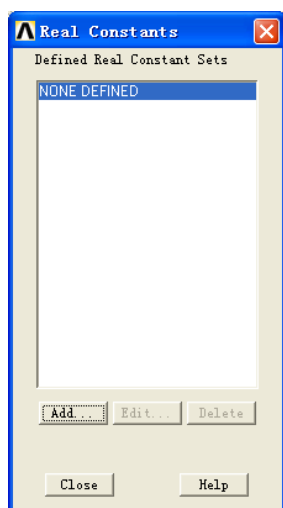

图 2-40 “Real Constants”对话框
(1) 依次单击：Main Menu→Preprocessor→Real Constants→Add/Edit/Delete，弹出“Real Constants”对话框，如图 2-40 所示。